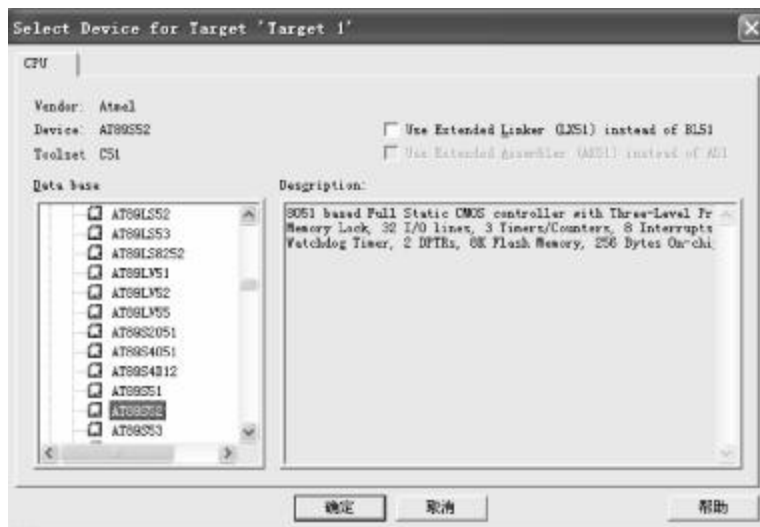

图 1-17 器件选择对话框
③当点击【保存】后,出现器件选择对话框,选择 Atmel 公司的 AT89S52,如图 1-17 所示。